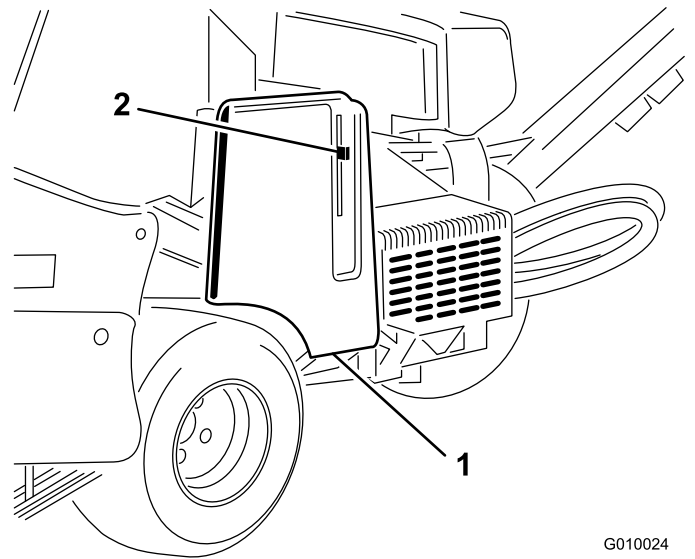
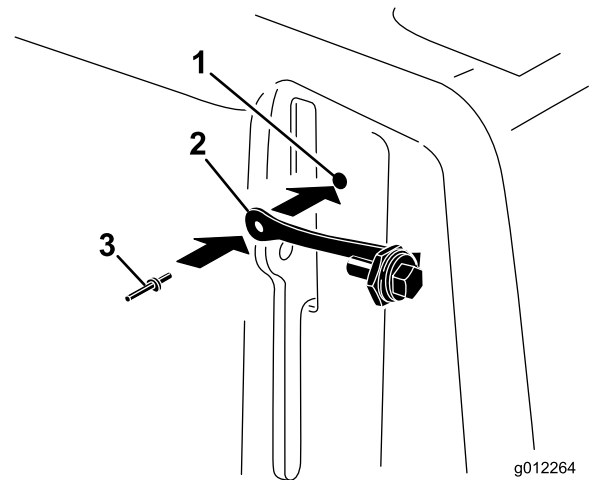

Figura 8
Figura 9
2. Usando el taladro de la cubierta de la correa, instale el conjunto de la trabilla con un remache ciego (Figura 9).
1. Localice el taladro de la cubierta de la correa, junto a la palanca de enganche (Figura 8 y Figura 9).